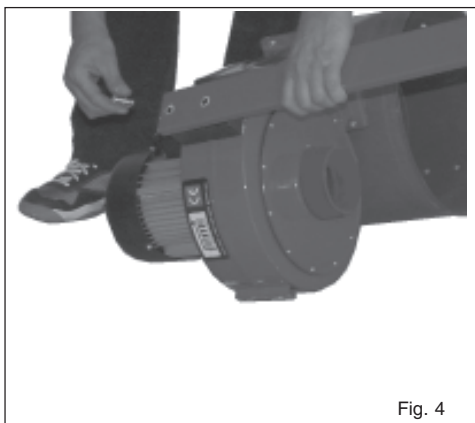

Fig. 4
3. Sujetar los dos soportes del colector con apoyos sobre el conjunto motor utilizando los tornillos, las arandelas y las tuercas correspondientes (Fig. 4).